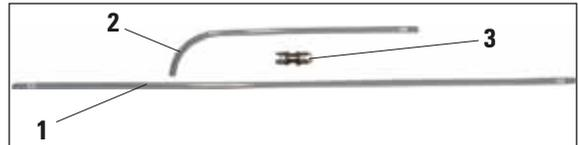
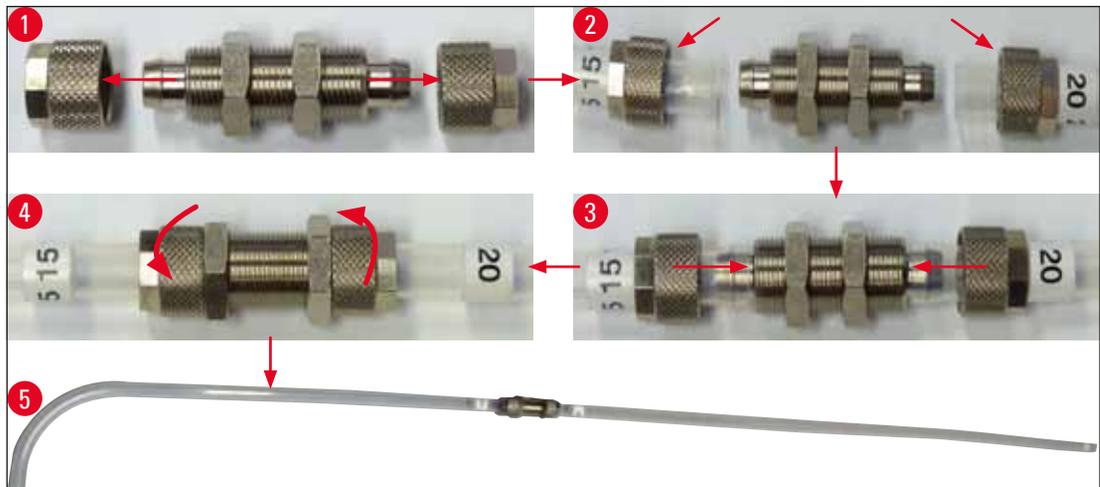

Abb. 88
Abb. 89
- 1 gerader Schlauch mit Markierung "20" (Abb. 88, 1)
- 1 Winkelschlauch mit Markierung "15" (Abb. 88, 2)
- 1 Kupplung (Abb. 88, 3)
1. Beide Muttern (Abb. 89, 1) von der Kupplung (Abb. 88, 3) lösen.
2. Eine der Muttern auf den mit "20" markierten Schlauch, die andere auf das gerade Ende des mit "15" markierten Schlauchs stecken (Abb. 89, 2).
3. Das gerade Ende des mit "15" markierten Schlauchs auf einen der Kupplungsnippel und den mit "20" markierten Schlauch auf den anderen Nippel schieben. Darauf achten, dass beide Schläuche so weit wie möglich auf die beiden Nippel geschoben wurden (Abb. 89, 3).
4. Abschließend zum Fixieren der Schläuche beide Muttern fest auf das Gewinde (Abb. 89, 4) der Kupplung schrauben (Abb. 89, 5).